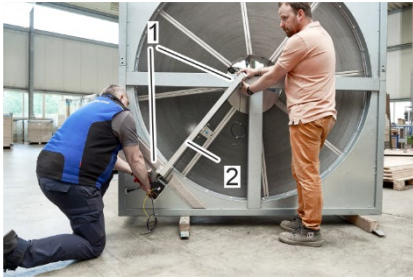

Abbildung 25: Platzierung der Reinigungsschiene auf dem Rotorrahmen
- Halten Sie die Reinigungsschiene (Abbildung 25/2) mit zwei Personen am Rahmen (Abbildung 25/1) des Rotationswärmetauschers fest. Das motorseitige Ende der Reinigungsschiene muss sich am äußeren Ende des Rotationswärmetauschers befinden. Achten Sie darauf, dass der Reinigungsschlitten über den gesamten Rotorbereich fahren kann.